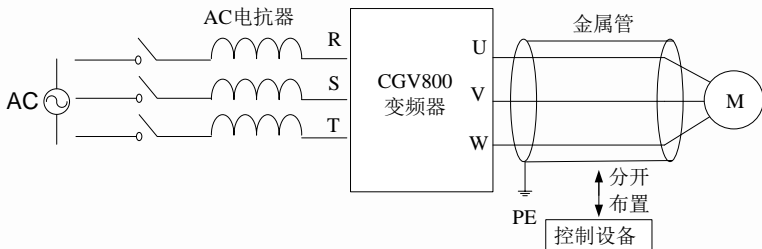

图3-18 降低变频器输出干扰的方法
- (1) 绝对禁止交流电源输入与变频器的输出端子U、V、W相连接；也绝对禁止交流电源输入与变频器的P1、（+）、（-）、PB端子相连接。
- (2) 变频器的输出端子U、V、W，如果电动机旋转方向错误则交换任意两相的接线即可。
- (3) 变频器输出侧禁止连接电容器和浪涌吸收器。
- (4) 绝对禁止变频器输出端子之间短路或接地。
- (5) 为了抑制变频器输出侧产生的干扰噪声，降低对其它设备的干扰，可在变频器输出侧选配变频器专用的噪声滤波器；还可以通过把变频器的输出电缆线U、V、W穿入接地金属管，并与控制信号线分开布置方法来减少干扰如图3-18所示：